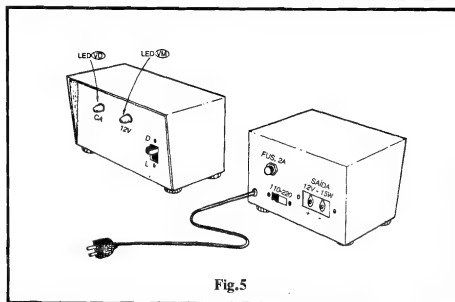

Fig.5
**FIG. 5 - CAIXA E ACABAMENTO.** - Existem duas opções básicas para o "encaixamento" do circuito do ILPES: ou com a bateria anexa ficando fora da caixa, ou com a tal bateria dentro do **container**... Obviamente que, dependendo da escolha feita para a acomodação da bateria, as dimensões da caixa deverão "acompanhar" os requisitos dimensionais... Em qualquer caso, para que o resultado fique profissional, recomendamos o uso de um **container** robusto, de preferência metálico (ou então com "paredes" de plástico grosso e forte...). A figura sugere o posicionamento da chave "liga-desliga" e LEDs indicadores (no painel frontal), e da chave de Tensão, suporte do fusível e conectores de Safda (estes no painel traseiro). Na base da caixa, é bom fixar-se quatro pés de borracha... No furo de passagem do cabo de força, um ilhós também de borracha, complementa o acabamento profissional... Também é bom demarcar com caracteres transferíveis ou decalques, os controles, chaves, acessos e indicadores, para que tudo, visualmente falando, fique "nos confortáveis"...